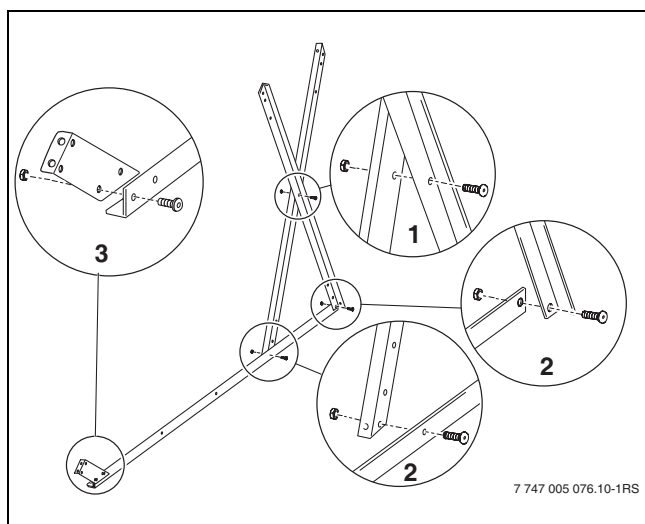

Bild 10 Trägerschiene-unten mit Trägerschienen-Speicher verschrauben
- Zwei Trägerschienen-Speicher zu einem Kreuz (Bild 10, [1]) mittig zusammenschrauben und an der Trägerschiene-unten [2] so montieren, dass die auf dem Boden aufliegende Fläche nach innen zu liegen kommt.
- Untere Abstützung (Bild 10, [3]) am Ende der Trägerschiene unten verschrauben.